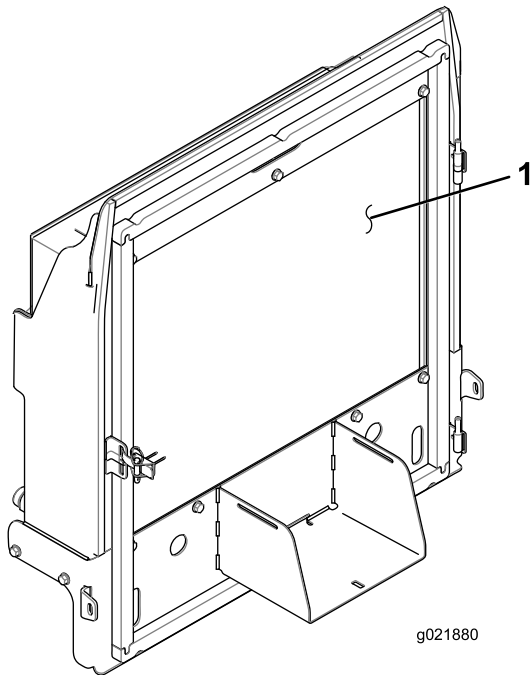

Figure 82
- Nettoyez soigneusement les deux côtés du radiateur/refroidisseur d'huile (Figure 82) à l'air comprimé.